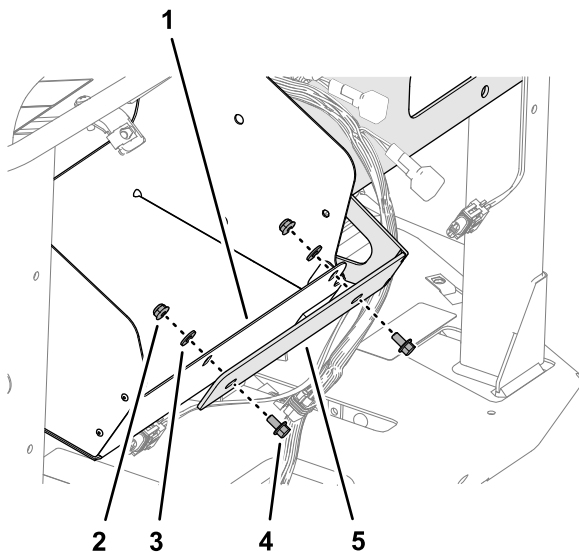

図 75
2. マニホールドマウントの穴を格納コンパートメントのフランジのスロットに合わせます (図 75)。
3. 2つのフランジヘッドスクリュー ($\frac{1}{4} \times \frac{1}{2}$ ")、2つのワッシャー ($\frac{1}{4}$ ")、および2つのフランジロックナット ($\frac{1}{4}$ ") を使って、マニホールドマウントをフランジ (図 75) に仮止めします。